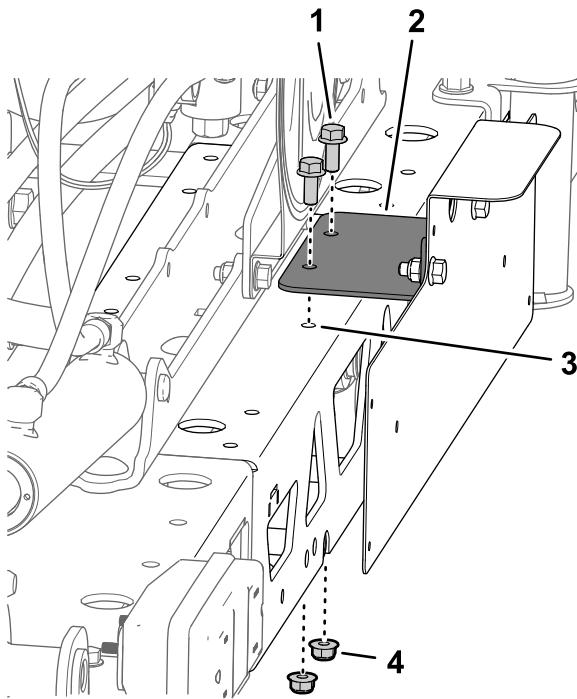

Bild 53
3. Fluchten Sie die Löcher in der Stützhalterung mit den Löchern im Träger des mittleren Auslegerabschnitts aus (Bild 53).
4. Befestigen Sie die Stützhalterung mit zwei Bundkopfschrauben (5/16" x 3/4") und zwei Sicherungsbundmuttern (5/16") Träger des mittleren Auslegerabschnitts (Bild 53).